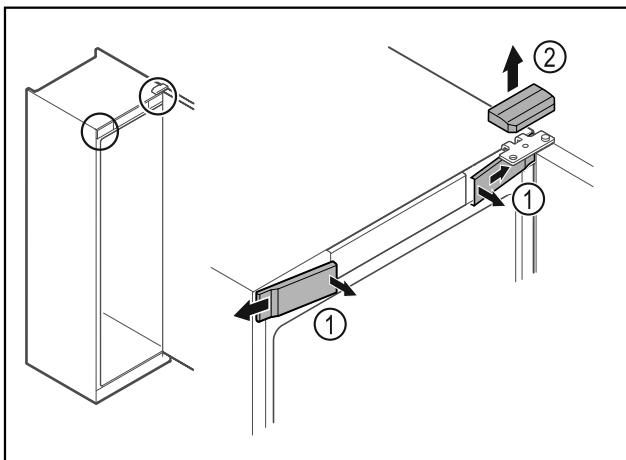

Fig. 11
- Deblocați apărătorile frontale din interior Fig. 11 (1) și detașați-le în lateral.
- Scoateți în sus Fig. 11 (2) apărătoarea.